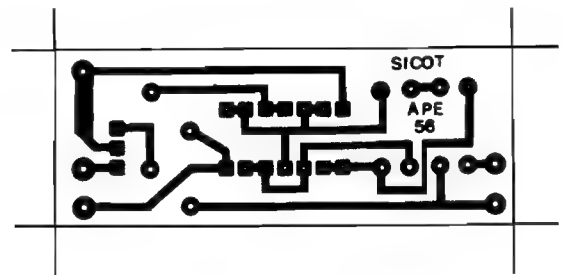

FIG. 3-P
- FIG. 3-P - LAYOUT DO CIRCUITO IMPRESSO ESPECÍFICO - Vista em tamanho natural (o que facilita muito a cópia direta, simplificando a confecção final...) a plaquinha de Circuito Impresso específica para a montagem detalha, em preto, as áreas cobreadas que devem restar após a corrosão na solução de Perclorato de Ferro... As áreas em branco representam a superfície da placa livre